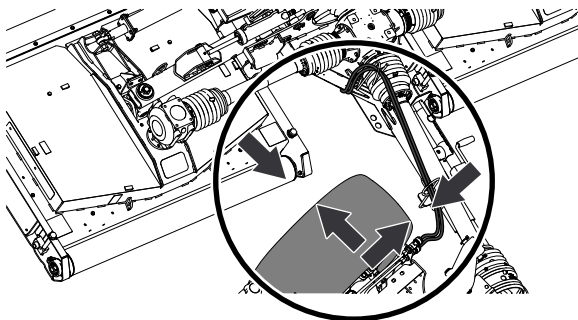

Bild 43
3. Überprüfen Sie beim Wenden den Abstand zwischen den Rädern des Zugfahrzeugs und den Teilen des Mähers (Bild 43).